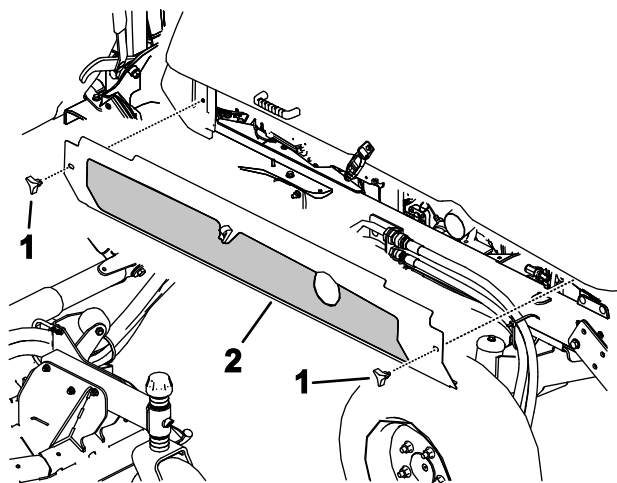

Рисунок 111
- Ослабьте ручки и снимите оба боковых кожуха (Рисунок 111).
5. Установите боковые кожухи (Рисунок 111).